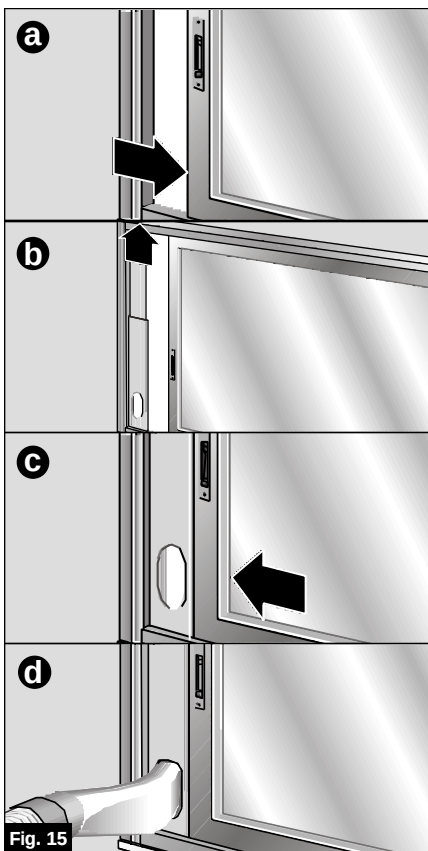

Fig. 15
- También se puede utilizar el accesorio de instalación para ventana / balcón (ver "Descripción de los accesorios") corredera, **Fig. 15** : **a, b, c, d**. Este sirve tanto para ventanas horizontales como verticales / balcones.